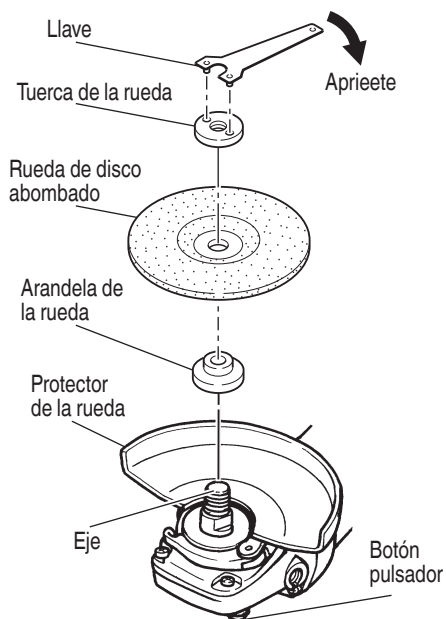

Fig. 6
10. Compruebe el botón pulsador. Cerciérese de que el botón pulsador esté desenganchado presionándolo dos o tres veces antes de conectar la alimentación de la amoladora. (Fig. 6)
- Presionando el botón pulsador con una mano, bloquee el eje girando lentamente la rueda de disco abombado con la otra mano. Apriete la tuerca de la rueda utilizando la llave suministrada como se muestra en la Fig. 6.